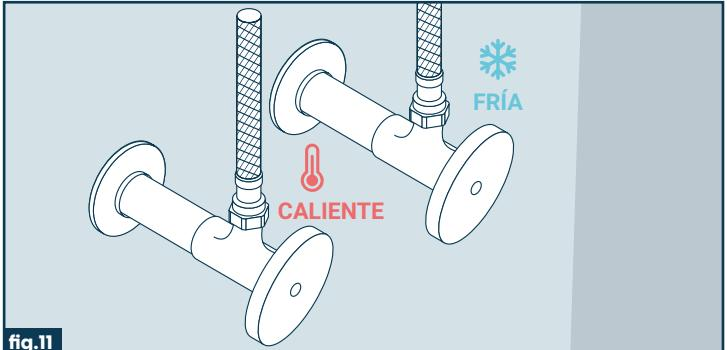

fig.11
13. Connect the drain and the faucet supply lines (Fig 11)
13. Conecta el drenaje y las líneas de suministro del grifo (Fig. 11).